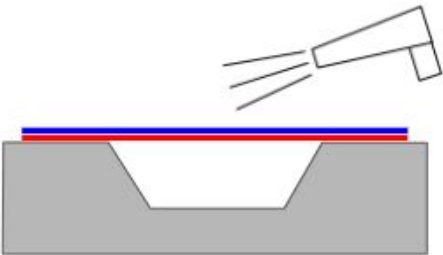

Fig.2
- 2) Caliente el material entre 35°C y 50°C para ablandarlo y facilitar así el proceso de incrustado. Fig.2